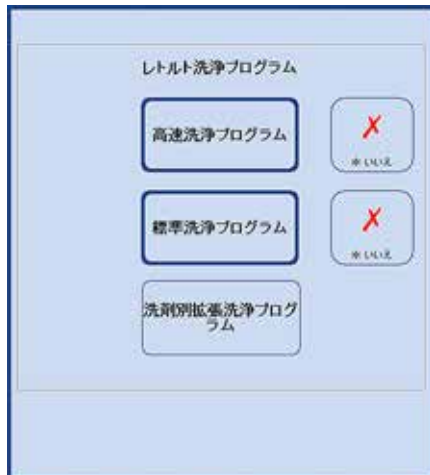

図 220
- 水洗ステップを選択するには、緑色のチェックマークが表示されるように「水はい」/「水いいえ」ボタンを押します(図 218/219)。水洗ステップは必ず、洗淨プログラムの 3 番目のステップとして実行されます。つまり、図 220 で示す洗淨プログラムとは別に、水洗プログラムが用意されているわけではありません。